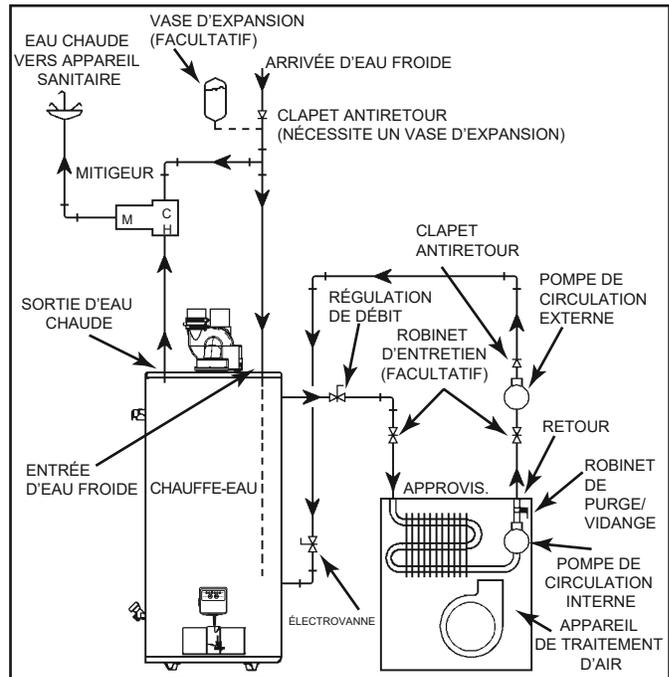
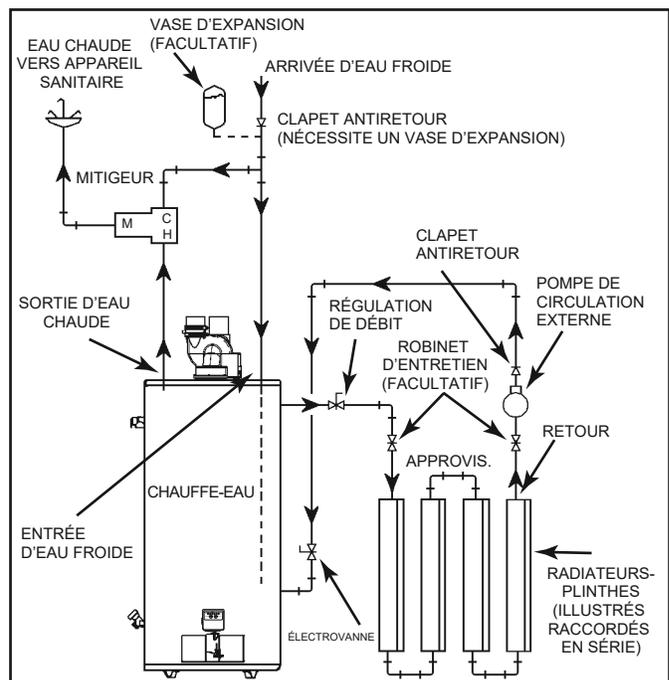

Figure 11.
Figure 12.
8. Les systèmes de chauffage « combinés » nécessitent des températures plus élevées que les autres applications. Si le système est utilisé pour fournir de l'eau à un circuit de chauffage combiné, un moyen de type mitigeur devra être installé pour tempérer l'eau de façon à réduire le risque de brûlure (voir Figure 11 et Figure 12).
- A. Un ventilo-convecteur/appareil de traitement d'air (Figure 11).
- B. Un circuit de radiateurs-plinthes (tube à ailettes)/chauffage au sol à eau chaude (Figure 12).